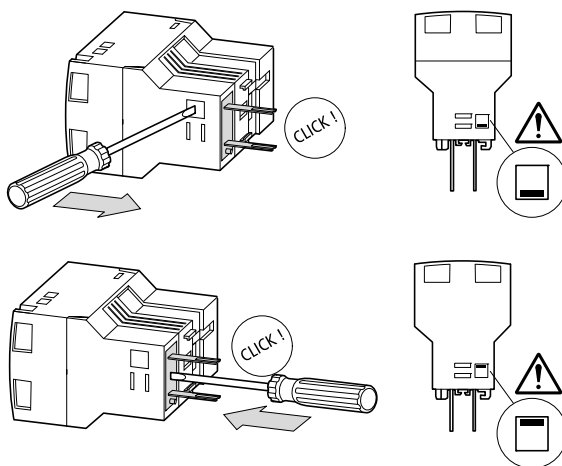

Figure 7 : Affectation entre le module SmartWire pour DILM et le type de contacteur
- ▶ Au niveau du module SmartWire pour DILM, positionnez le curseur de réglage de manière à adapter la longueur des broches de raccordement au contacteur choisi (→ fig. 7).